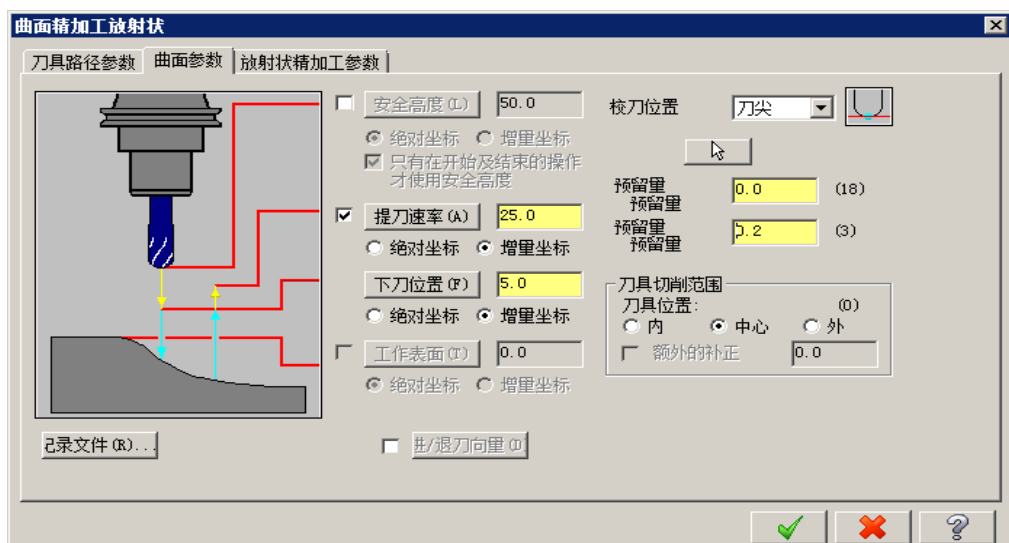

图 17.25 “曲面参数”选项卡
Step4. 设置曲面参数。在“曲面精加工放射状”对话框中单击 **曲面参数** 选项卡，设置图 17.25 所示的参数。